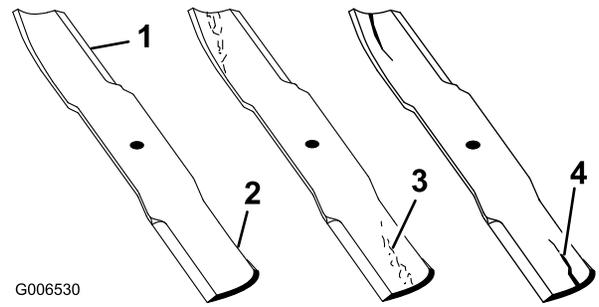

Figura 84
1. Inspeccione los filos de corte (Figura 84). Si los bordes no están afilados o tienen muescas, retire las cuchillas y afílelas. Consulte Afilado de las cuchillas.
2. Inspeccione las cuchillas, especialmente la parte curva. Si observa fisuras, desgaste o la formación de una ranura en esta zona, instale de inmediato una cuchilla nueva (Figura 84).